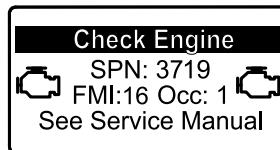

図 47
- 駐車再生が必要になると、インフォセンターにエンジン警告 SPN 3719, FMI 16 図 47 が表示され、エンジン出力が 85% にダウンします。